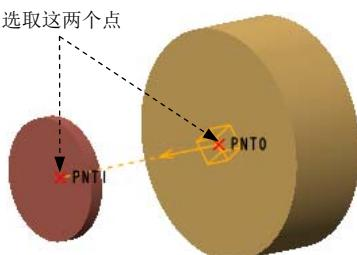

图 5.5.3 选取参考对象
(2) 定义弹簧类型。在操控板中按下“延伸/压缩弹簧”按钮 。
(3) 选取参考对象。在操控板中单击 **参考** 按钮，按住 Ctrl 键，选取图 5.5.3 所示的两个基准点为参考对象。
(4) 定义弹簧直径。在操控板中单击 **选项** 按钮，选中其中的 调整图标直径 复选框，输入弹簧的直径值 16，单位为 mm。